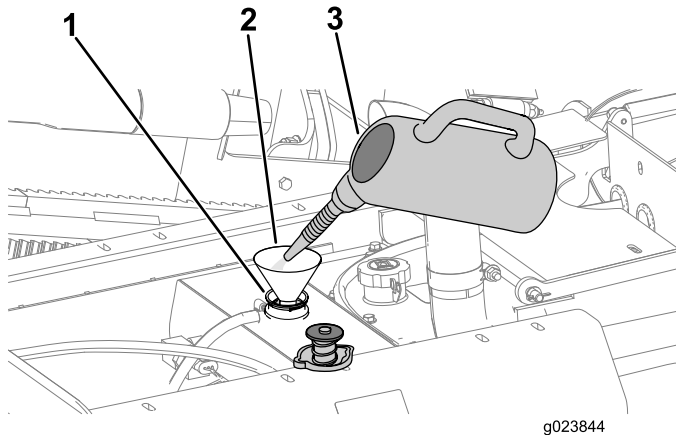

Bild 109
- B. Füllen Sie Reinigungslösung für die Kühlanlage durch den Füllstutzen in den Kühler ein (Bild 109).